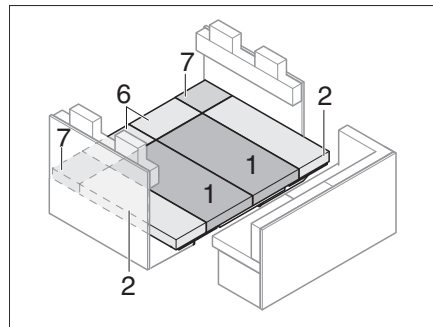

Fig. 179 Después de la transformación
- Colocar cojín del asiento, cojín del respaldo y cojín adicional como se muestra en Fig. 179.